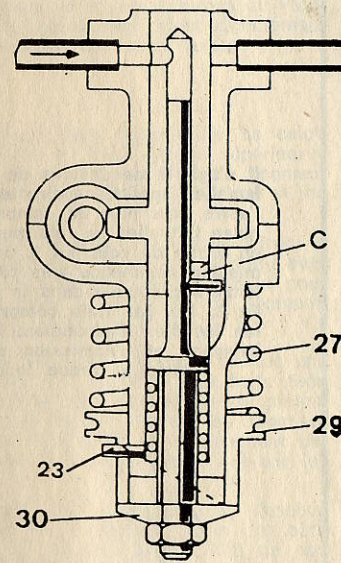

Fig. 3
Nous avons vu ici le schéma de principe de la pompe quand elle fonctionne à son débit maximum. Voyons maintenant comment s'effectue la variation de débit (fig. 3).
Celle-ci est commandée par un câble solidaire de la poignée des gaz et qui s'enroule sur la poulie (29). Cette poulie possède aussi une rampe hélicoïdale (représentée en pointillés figure 3) en contact avec une vis (23) fixée dans le corps de la pompe. Lorsqu'on coupe les gaz, la poulie tourne le long de sa rampe, repoussée par le ressort (27).